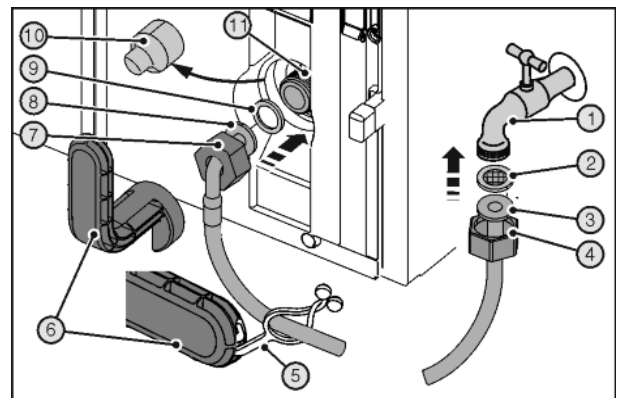

Fig. 27
Резаные раны из-за поломанного вспомогательного инструмента Fig. 27 (6).
- ▶ Вспомогательный инструмент Fig. 27 (6) использовать только при комнатной температуре.
- ▶ До конца сдвинуть гайку Fig. 27 (4) через прямой конец шланга Fig. 27 (3) и удерживать.
- ▶ Вставить ситовую ловушку Fig. 27 (2) в гайку Fig. 27 (4).
- ▶ Ситовая ловушка Fig. 27 (2) прилегает к прямому концу шланга Fig. 27 (3) и слегка поддерживается.
- ▶ Подсоедините к запорному крану Fig. 27 (1) гайку Fig. 27 (4) с расположенной на прямом конце шланга Fig. 27 (3) ситовой ловушкой Fig. 27 (2).
- ▶ Временным открытием запорного крана Fig. 27 (1) подачи воды удалить воздух из водопровода и заполнить водой. Шланг для этого держать в ведре.
- ▶ Снять крышку Fig. 27 (10).
- ▶ До конца сдвинуть гайку Fig. 27 (7) через конец шланга в виде угла Fig. 27 (8) и удерживать.
- ▶ Смочить уплотнение Fig. 27 (9) и вдавить в гайке Fig. 27 (7) на конце шланга в виде угла Fig. 27 (8).
- ▷ Уплотнение Fig. 27 (9) прилегает к концу шланга в виде угла Fig. 27 (8) и слегка поддерживается.
- ▶ Подсоедините к электромагнитному клапану Fig. 27 (11) гайку Fig. 27 (7) с расположенным на изогнутом в виде угла конце шланга Fig. 27 (8) уплотнением Fig. 27 (9).
- ▶ Затяните подключения с помощью вспомогательного инструмента Fig. 27 (6) по часовой стрелке, пока не будет достигнут максимальный момента затяжки и вспомогательный инструмент Fig. 27 (6) начнет прокручиваться.
- ▶ Откройте запорный кран Fig. 27 (1) системы подвода воды и проверьте герметичность всей водяной системы.
- ▶ Зацепить накладку Fig. 27 (5) в вспомогательном инструменте Fig. 27 (6) и для хранения закрепить на шланге из высококачественной стали.